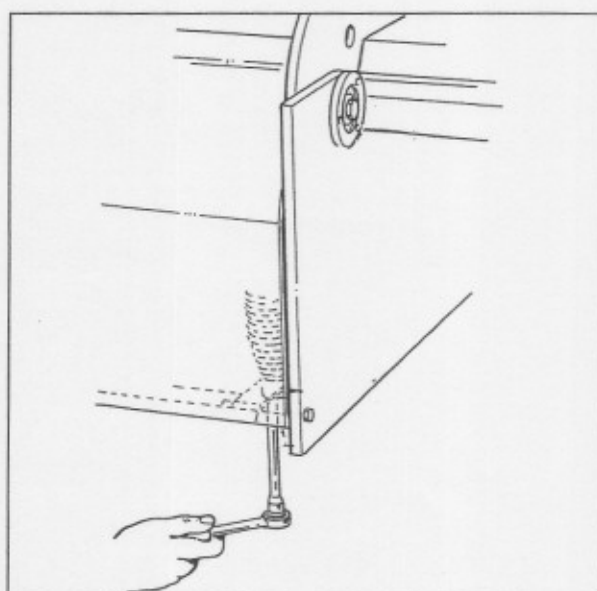

Fig. 14
- Qualora il piano non dovesse più alzarsi completamente o troppo lentamente, avvitare la vite del mollone vedi Fig. 14.
- Si la table supérieure ne se lève plus complètement ou le fait trop lentement, serrez la vis du ressort comme le montre la Fig. 14.
- If the upper plate does not lift properly, or lifts too slowly, tighten the screws of the large spring as in Bild. 14.